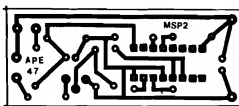

Fig. 2
- FIG. 2 - LAY OUT DO CIRCUITO IMPRESSO ESPECÍFICO - A plaquinha é pequena e com desenho "descomplicado" (das suas partes cobreadas...). A figura mostra o lay out, em tamanho natural, facilitando a "carbonagem" direta... Como sempre, é recomendável maior dose de atenção no desenho e finalização das linhas correspondentes às "perninhas" do Integrado, que ficam muito juntinhas umas das outras, ensejando erros, curtos, essas coisas... Entretanto, valendo-se das técnicas detalhadas nas INSTRUÇÕES GERAIS PARA AS MONTAGENS, mesmo o Hobbyista iniciante deverá realizar a confecção sem problemas... O único "segredo" para o sucesso em toda e qualquer montagem com Circuito Impresso é... CONFERIR SEMPRE, a cada etapa da realização (perdem-se alguns minutinhos "agora", para não se perder horas, "depois", na busca de defeitos "pós-montagem"...).
- FIG. 2 - LAY OUT DO CIR-